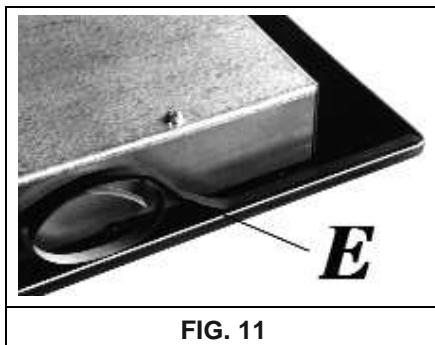

FIG. 11
- Renverser la plaque et placer correctement le côté adhésif du joint « E » (fig. 11) sous le bord de la plaque de telle manière, que le côté extérieur du joint coïncide complètement avec le bord périphérique extérieur du verre. Les extrémités des bandes doivent coïncider sans chevauchement.